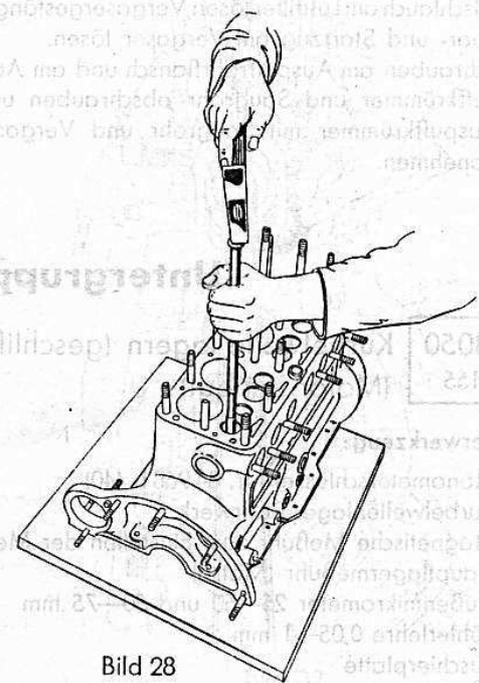

Bild 28
- 1. Ventilführung von oben nach unten mit Treibdorn (Wst 1027) austreiben (Bild 28).